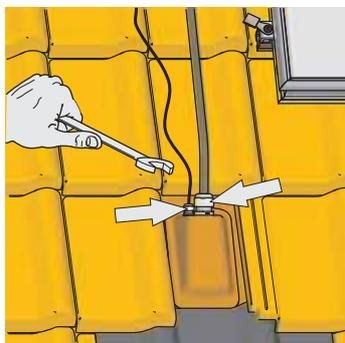

Figura 3-34 Fase di lavoro 10
10. Stringere i raccordi a vite M delle tubazioni di collegamento (come nell'esempio della Figura 3-34).